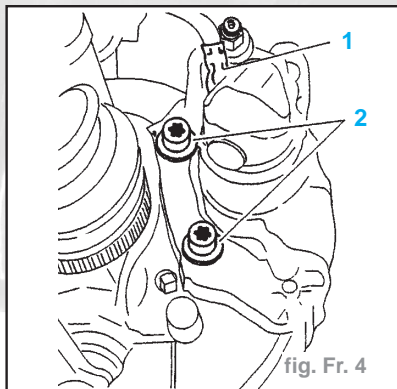

fig. Fr. 4
- Désaccoupler le tube d'alimentation (1) (fig. Fr. 4).
- les deux vis (2)
- Serrer les vis (2) à **10,5 daN.m** (fig. Fr. 4).
- Accoupler le tube d'alimentation (1).
- Déposer les vis (2) (fig. Fr. 4).